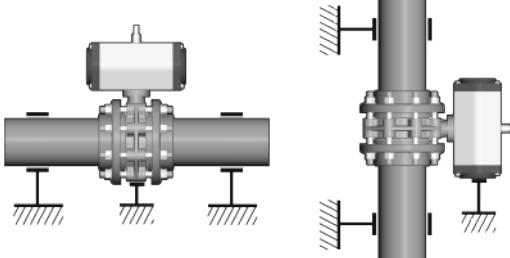

Fig. 1
- Le valvole motorizzate, devono essere adeguatamente supportate (vedi Fig. 1).
- Pour les vannes avec actionneurs en grands diamètres prévoir un supportage adéquat (voir fig. 1).